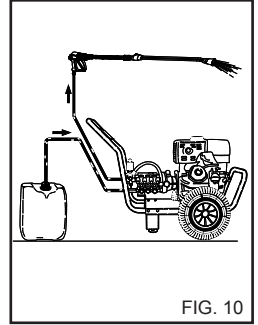

FIG. 10
4) Après l'emploi avec du détergent, rincer le circuit d'aspiration; enfler le tuyau d'aspiration (fig. 10) du détergent dans un bidon d'eau propre et faire fonctionner la pompe pendant 1 minute avec le robinet de dosage complètement ouvert et la lance en phase de sortie du détergent.